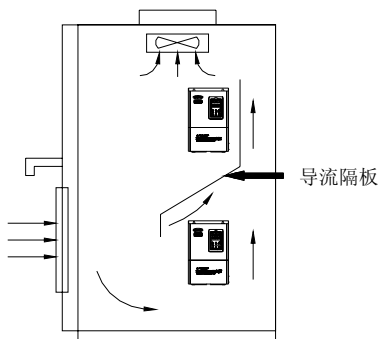

图 3-2 多台变频器的安装示意图
- (3) 多台变频器采用上下安装时，中间应用导热隔板，如图3-2所示。